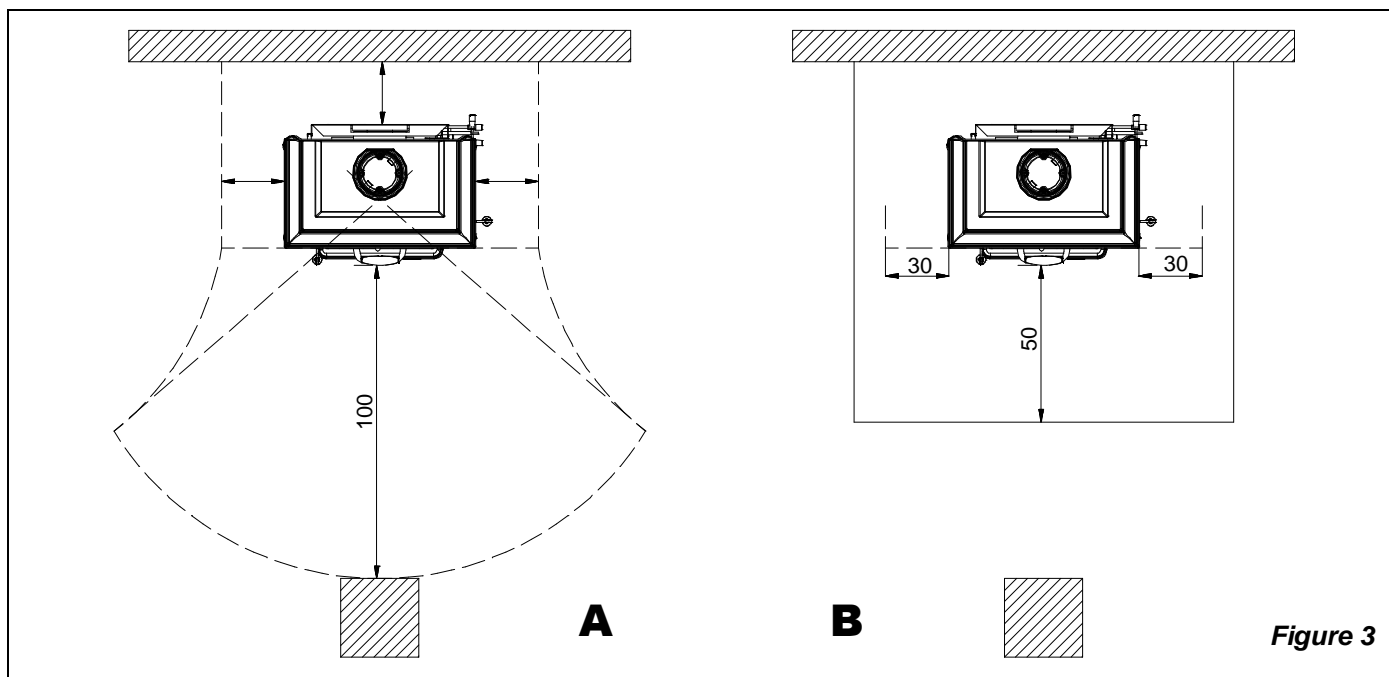

Figure 3
- pour assurer une isolation thermique suffisante, respecter la distance minimale de sécurité entre le poêle et les éléments de construction et objets inflammables et sensibles à la chaleur (meubles, revêtements en bois, tissus, etc.) (Figure 3 A); **Toutes les distances minimales de sécurité sont indiquées dans l'étiquette du produit et on il NE FAUT PAS descendre au-dessous des valeurs indiqués.**
- si le produit est installée sur un sol de matériau inflammable, prévoir une base ignifuge. **Les sols composés par matériaux inflammables**, comme moquette, parquet ou liège etc., **doivent être remplacés** pas une couche de matériel pas inflammable, par exemple céramique, pierre, vitre ou acier etc.. (dimensions selon les dispositions régionales). Le fond de sol doit dépasser de l'appareil de **30cm** sur les côtés et d'au moins **50cm** de face au-delà de l'ouverture de la porte de chargement (Figure 3 B).